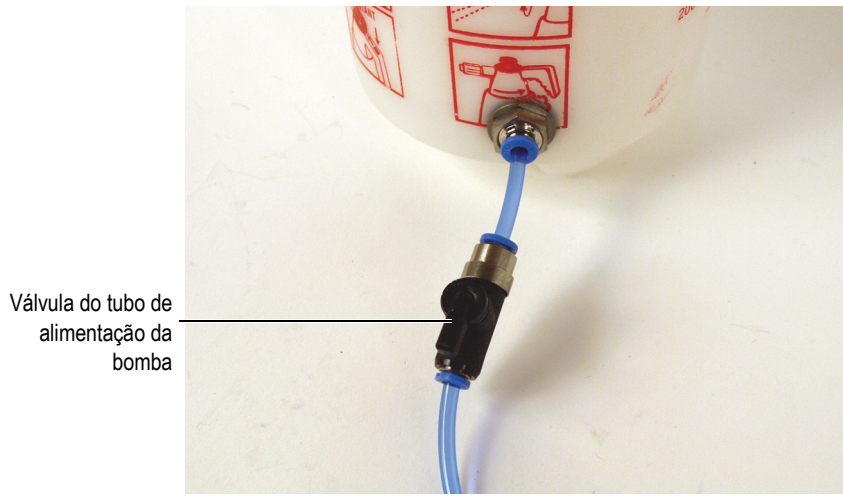

Figura 3-3 Válvula do tubo de alimentação na posição aberta
3. Abra a válvula no tubo de alimentação da bomba manual (Figura 3-3 na página 50). Certifique-se de que o disparador na parte superior da bomba não esteja engatado (Figura 3-4 na página 51).